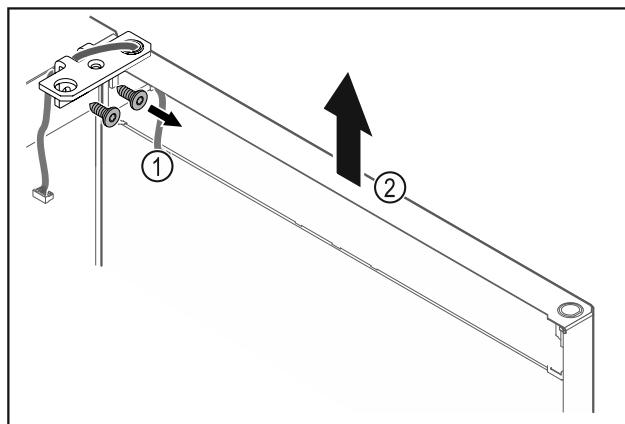

Fig. 25
► Deșurubați Fig. 25 (1) colțarul balamalei.
► Ridicați ușa inclusiv colțarul balamalei Fig. 25 (2) aproximativ 200 mm drept în sus și detaşați-o.